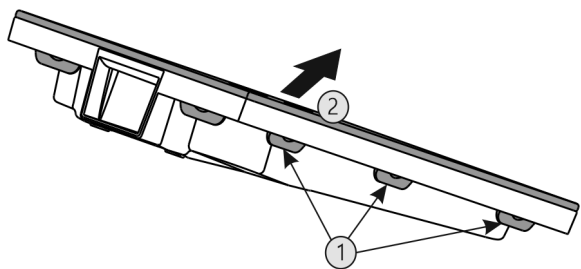

Fig. 52
- ▶ Appuyer sur toutes languettes Fig. 52 (1) l'une après l'autre et enlever le couvercle Fig. 52 (2).